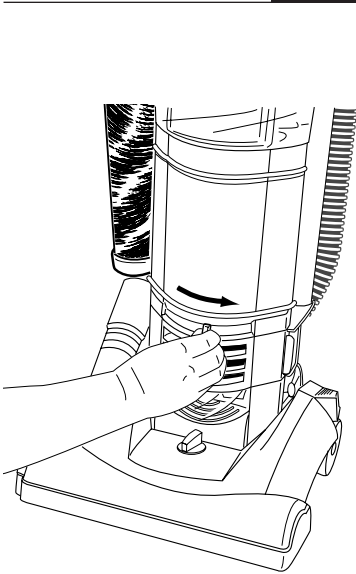

FIG. 13
Step 4: Reposition dust cup in cleaner body and secure by moving lever from left to right (FIG. 13).
Étape 4 : Repositionner le réceptacle à poussière sur l'aspirateur et le fixer en déplaçant le levier de gauche à droite (FIG. 13).
Paso 4: Reposicione el recipiente para polvo en el cuerpo de la aspiradora y sujételo moviendo la palanca de izquierda a derecha (FIG. 13).